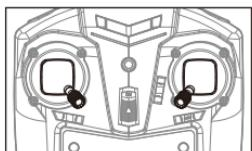

图4
1. 正常起飞: 启动电机, 将左/右控制杆同时向内推至45°斜角启动电机(如图4所示), 向上推动左控制杆让飞行器飞到指定高度后松手。